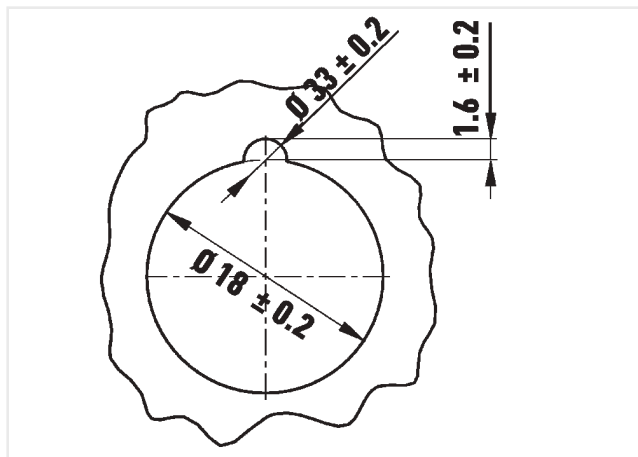

FIG. 5
- Realizzare una fresa per il tronchetto FIG. 5.